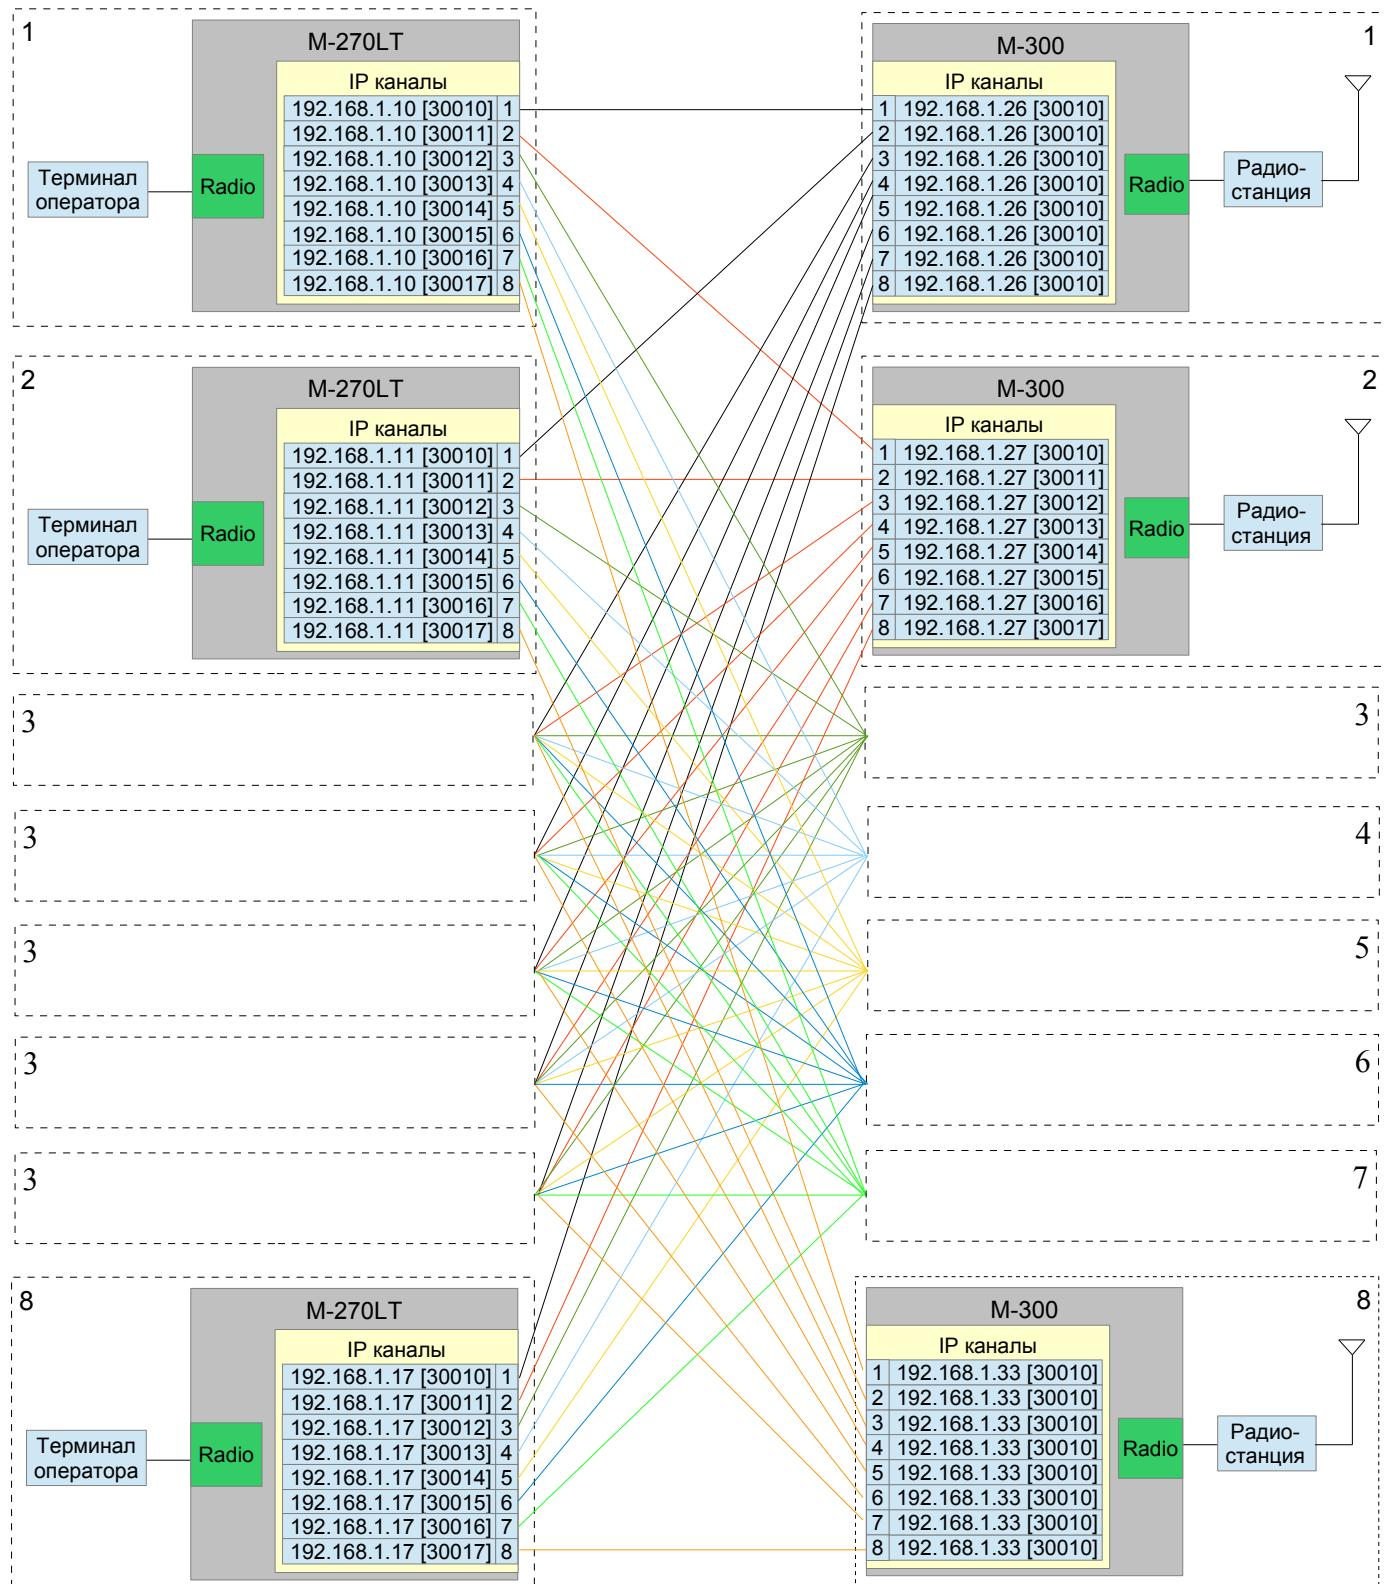

Рис. 4.6.5 Схема IP соединений для работы группы операторов с группой радиостанций.
- Динамически, в этом случае все IP каналы имеют идентичные значения IP адреса и номера портов (рис. 4.6.5, контроллер M-300 №1) . При данных параметрах подключение контроллеров M-270LT выполняется на первый свободный IP канал.
- Статически, в этом случае каждый IP канал имеет индивидуальные значения IP адреса и/или номера порта (см рис. 4.6.5 контроллера M-300 №2).